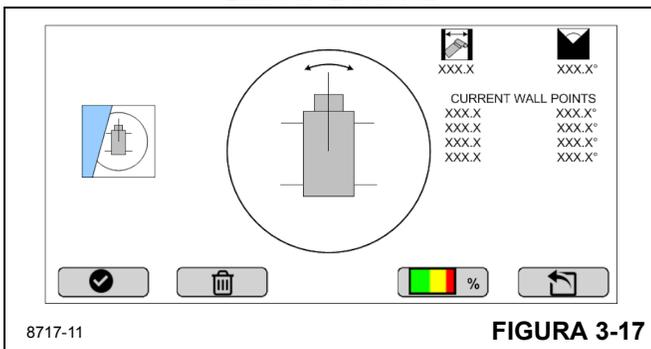

FIGURA 3-17
- Pulse la tecla de función Seleccionar para fijar el radio actual y el ángulo de giro para la posición de la punta de la pluma (Figura 3-17).